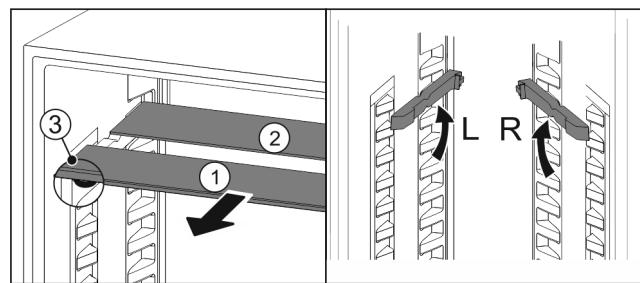

Fig. 121
- Vytiahnite sklené dosky jednotlivo dopredu Fig. 121 (1).
- Sklená doska Fig. 121 (1) s ozdobnou lištou leží vpred.
- Záražky Fig. 121 (3) ukazujú nadol.